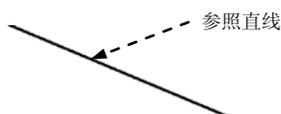

图 2.1.18 绘制此参照直线
Step1. 选择下拉菜单 **绘图(D)** → **直线(L)** 命令,绘制一条直线作为参照直线,如图 2.1.18 所示。